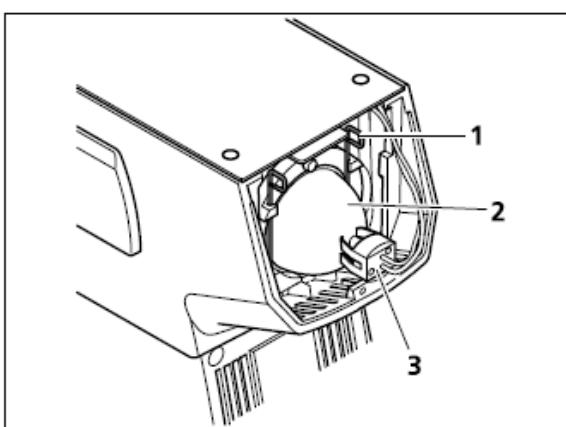

图. 3-22 安装 12V 50W 卤素灯泡
- | 将新的灯泡(图 3-22/2)安装上(灯泡会通过沟槽卡紧)
- | 将弹簧夹(图 3-22/1)重新向上掰至卡住灯泡位置
- | 检查灯泡是否放好,插紧连接线(图 3-22/3),注意确保不要弄弯针脚.